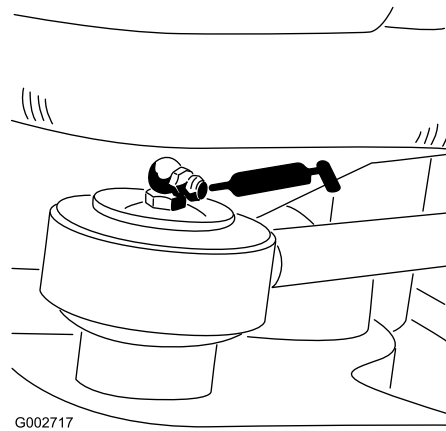

Figura 25
- Extremidade da haste do cilindro de direção (1) (apenas modelo 08705) (Figura 25)